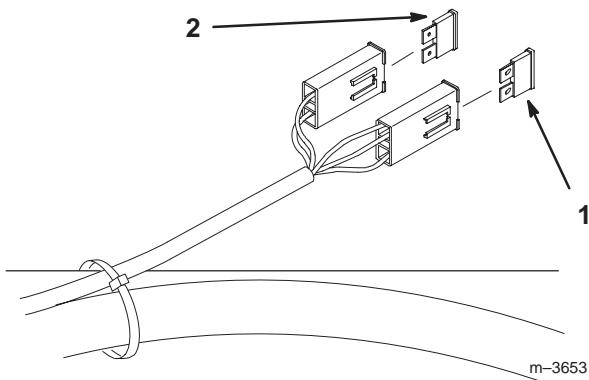

Figure 54
- Soulevez le siège pour accéder au porte-fusibles (Fig. 54).
- Pour remplacer un fusible, tirez dessus pour l'enlever (Fig. 54).